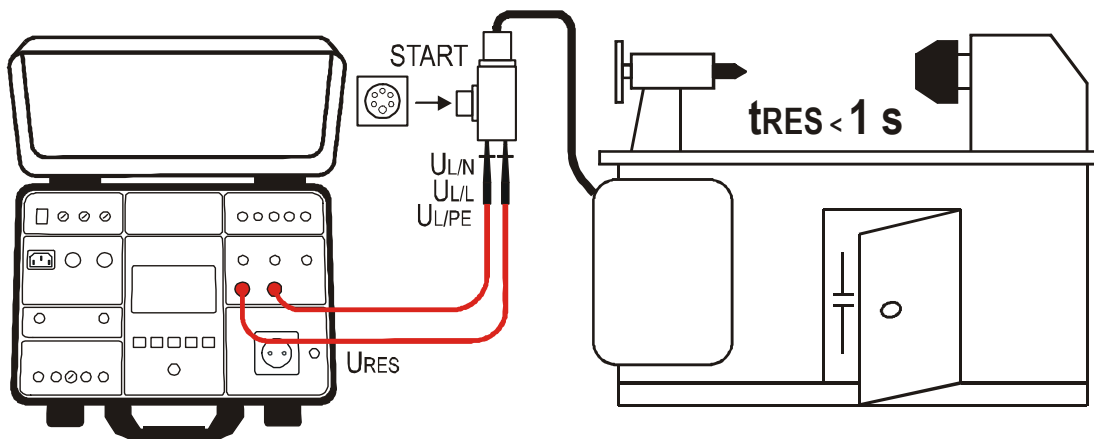

Abb. 35: Anschluss der Messleitungen für die URES PLUG Messung
- 3) Die Meldung FERTIG, UUT ABTRENNEN erscheint, wenn die Uin Spannung im vorgeschriebenen Bereich $100 \div 460$ VAC vorhanden ist. Trennen Sie den UUT ab und führen Sie die Messung durch. Bei der Abtrennung des UUTs, so wie in Abb. 35 gezeigt ist, verwenden Sie einen Multi-Adapter den Sie von der Spannungsversorgung trennen.